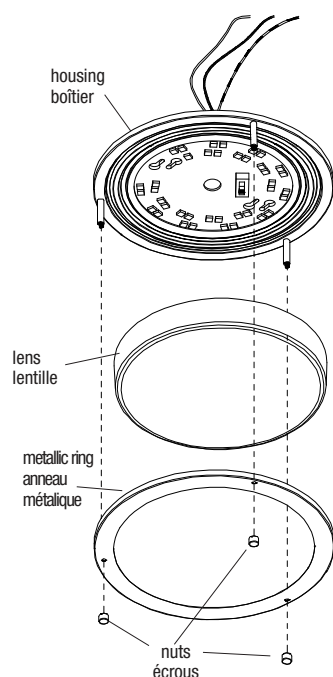

Fig. 1a
1. Unscrew the 3 nuts to remove the metallic ring and lens from the back housing of luminaire (Fig. 1a).
7. Install the lens by using the metallic ring and secure the luminaire by using the 3 nuts (Fig. 1a).
1. Dévisser les 3 écrous pour retirer l'anneau métallique et la lentille du boîtier du luminaire (Fig. 1a).
7. Réinstaller la lentille en utilisant l'anneau métallique et les 3 écrous afin de sécuriser le luminaire (Fig. 1a).